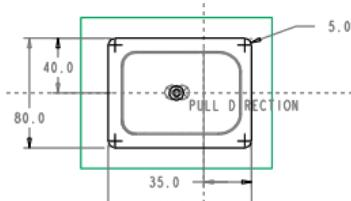
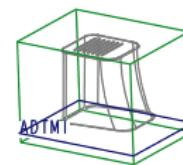
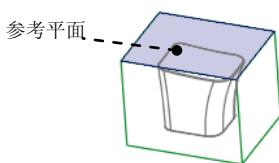

图 2.8 截面草图
图 2.9 创建基准平面 ADTM1
图 2.10 选取参考平面
④ 绘制“束子”轮廓。进入草绘环境后，选取 MOLD_FRONT 和 MOLD_RIGHT 基准平面为草绘参考，单击 **关闭(C)** 按钮，绘制图 2.8 所示的截面草图。完成绘制后，单击“确定”按钮 。
(2) 定义“束子”的拔模角度。
① 在“阴影曲面”对话框中双击 **Draft Angle (拔模角度)** 元素。
② 在系统 **输入拔模角值** 的提示下，输入拔模角度值 25.0，并按 Enter 键。
(3) 创建图 2.9 所示的基准平面 ADTM1，该基准平面将在下一步作为“束子”终止平面的参考平面。
① 单击 **分型面** 功能选项卡中 **基准** ▾ 区域的“创建基准平面”按钮 ，系统弹出“基准平面”对话框。
② 选取图 2.10 所示的坯料表面为参考平面，然后输入偏移值 -10.0。
③ 单击“基准平面”对话框中的 **确定** 按钮。